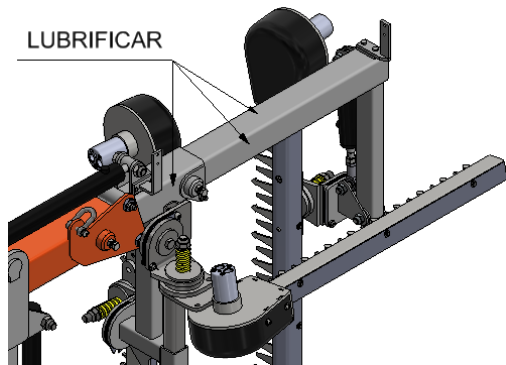

Figura 9.4 – Lubrificação tubos guia módulos de corte
Outros componentes a ter em conta nas operações de lubrificação são os elementos móveis da estrutura central das Despontadoras (*Figura 9.4 a 9.7*). Estes elementos devem ser lubrificados, pois deslizam no interior de outros tubos, quando acionados pelos cilindros hidráulicos ou manualmente.
- Com o auxílio de uma trincha, preencha toda as superfícies indicadas do tubo interior (*Figura 9.4*) com massa de lubrificação.